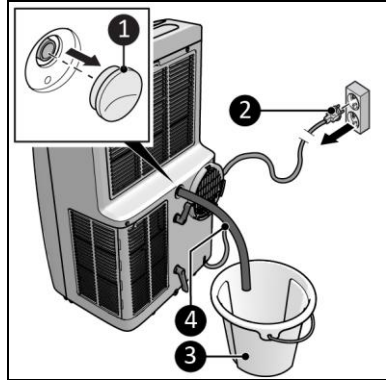

Abbildung 14
2. Bei längerem Heizen den Wasserablaufschlauch montieren (Abbildung 14).
1. Stellen Sie sicher, dass das Gerät ausgeschaltet und der Stecker aus der Steckdose gezogen ist (Abbildung 14, Pos. 2).
2. Entfernen Sie den Gummistopfen vom Abfluss des Geräts und bewahren Sie ihn an einem sicheren Ort auf (Abbildung 14, Pos. 1).
3. Verbinden Sie den mitgelieferten Wasserabflussschlauch mit dem Abfluss des Geräts (Abbildung 14, Pos. 4).
4. Platzieren Sie den Auslass des Wasserabflussschlauchs in einen Eimer (Abbildung 14, Pos. 3).
Bei längerem Heizen den Wasserablaufschlauch montieren (Abbildung 14).